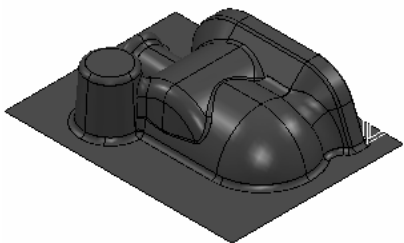

图 2-80 打开文件
2) 选择下拉菜单中的“文件”→“打开项目”命令，弹出“打开项目”对话框，选择“exercise3”（“随书光盘：\第 2 章\exercise3\uncompleted\ exercise3”）文件，单击“打开”按钮即可，如图 2-80 所示。